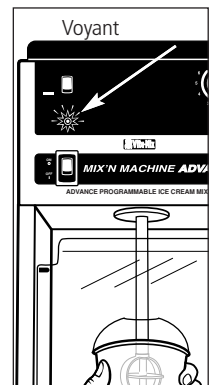

Figure 5
- **Pour le modèle Mix'n Machine Advance Programmable (Appareil mélangeur programmable avancé) :** L'appareil se ferme automatiquement à la fin du cycle programmé. Lorsque le programme est d'une durée de 4 secondes ou moins, le voyant rouge clignote et la préparation peut commencer à retirer le gobelet de l'agitateur. Le voyant clignotant accélère progressivement pour indiquer que le cycle du programme est presque terminé et que la machine s'arrêtera. Ceci fournit une indication, ainsi l'excès de produit peut être dévié de l'agitateur. Voir Figure 5.
- **Pour le modèle Mix'n Machine Advance Timer (appareil mélangeur à minuterie avancé) :** L'appareil se ferme automatiquement à la fin de la durée préétablie. Lorsque le programme est d'une durée de 4 secondes ou moins, le voyant rouge clignote et la préparation peut commencer à retirer le gobelet de l'agitateur. Le voyant clignotant accélère progressivement pour indiquer que le cycle du programme est presque terminé et que la machine s'arrêtera. Ceci fournit une indication, ainsi l'excès de produit peut être dévié de l'agitateur. Voir Figure 5.